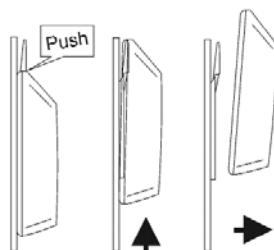

Fig. 4
4. ディスプレイを放すには、ブラケットタブを軽く押し、ディスプレイを上へスライドさせます（図4）。